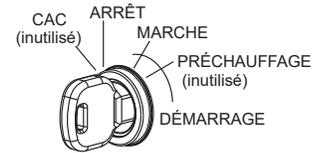

Figure 17. Interrupteur et clé de contact
2. Insérez la clé de contact dans le commutateur d'allumage (Figure 17).